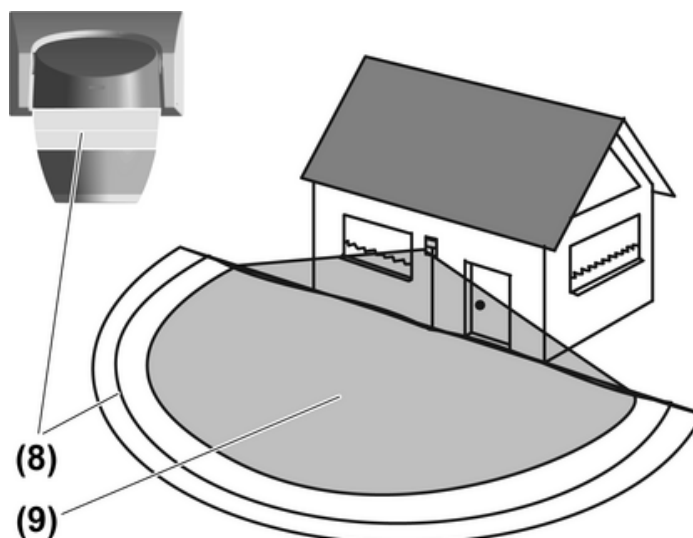

Bild 9: Fernbereich ausblenden
- Die beiden oberen Blendensegmente für links und rechts auf das Sensorfenster kleben (Bild 9).